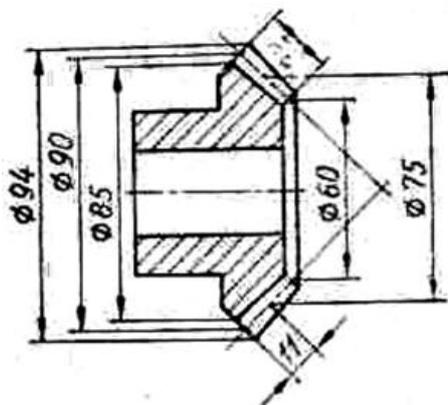

Рис. 9.
3.82. На рис. 9 изображена шестерня прямозубая коническая с числом зубьев  $Z=30$ .